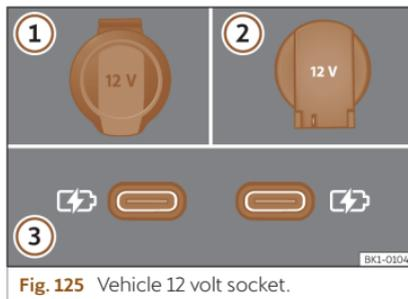

Fig. 125 Vehicle 12 volt socket.
>>> **Fig. 125.**
>>> **Fig. 125** ③.